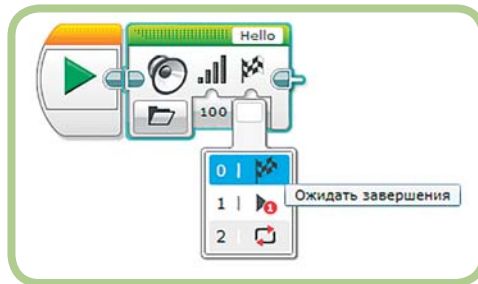

Рис. 2.15. Блок **Звук** (Sound) с выбранным вариантом **Ожидать завершения** (Wait for Completion)
**ПРИМЕЧАНИЕ** Почему в первой программе не возникла такая же проблема? В отличие от блока **Экран** (Display), в блоке **Звук** (Sound) по умолчанию выбран вариант **Ожидать завершения** (Wait for Completion) (рис. 2.15), который приостанавливает программу на время воспроизведения звука. Если выбрать вариант **Воспроизвести один раз** (Play Once) вместо варианта **Ожидать завершения** (Wait for Completion), то первая программа даст сбой так же, как и вторая.